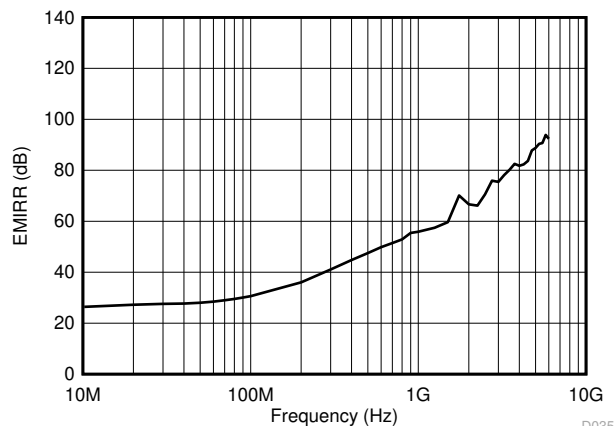

图 6-28. 以同相输入为基准的电磁干扰抑制比 (EMIRR+) 与频率间的关系
德州仪器 (TI) 已经开发出在 10MHz 至 6GHz 扩展宽频谱范围内准确测量和量化运算放大器抗扰度的功能。图 6-28 图说明了 LM290xLV 系列的 EMI 滤波器在宽频率范围内的性能。更多详细信息请参阅可从 www.ti.com 下载的 运算放大器的 EMI 抑制比。